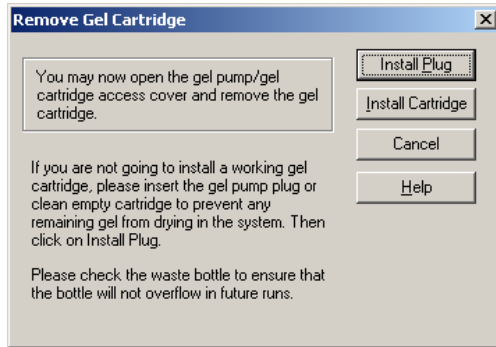

图 3.53 拆卸凝胶盒对话框
10. 在 Remove Gel Cartridge（拆卸凝胶盒）对话框中（图 3.53）：